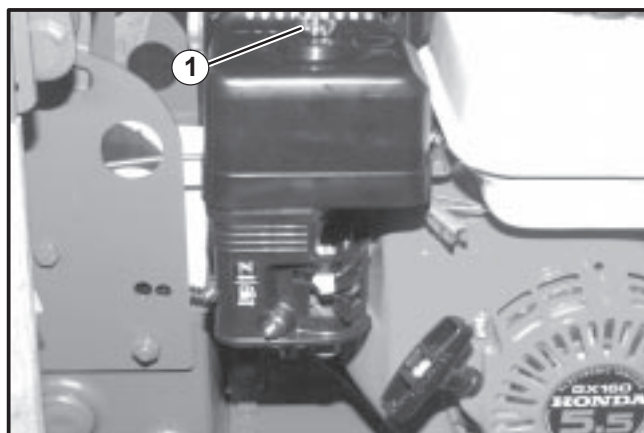

FIGURE 11
14. Pour les moteurs Honda, desserrez et enlevez l'écrou à oreilles qui attache le couvercle du filtre à air. Enlevez le couvercle et l'élément pour permettre l'accès au papillon des gaz. Voir la Figure 11.